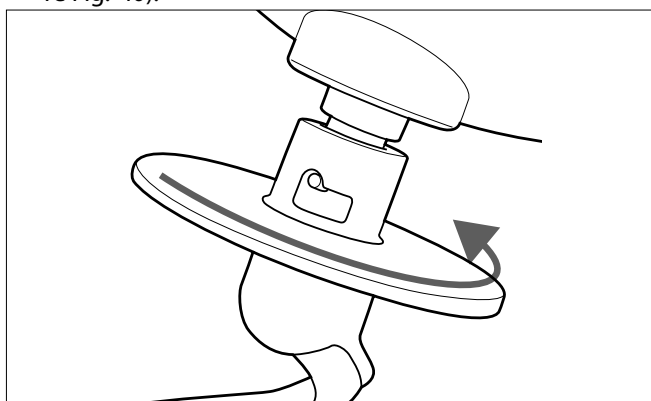

Fig. 10 – Fissare l'accessorio di mescolamento
- ▶ Spingere l'accessorio di mescolamento verso l'alto e ruotarlo in senso orario fino all'innesto. L'accessorio di mescolamento può essere inserito e ruotato correttamente solo se la sporgenza è inserita correttamente nella scanalatura di guida corrispondente (vedere Fig. 10).